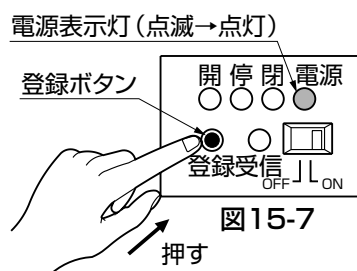

図15-6
- リモコン受信器の受信確認灯「停」が点灯（赤色）し、送信器登録が完了します。（図15-6参照）